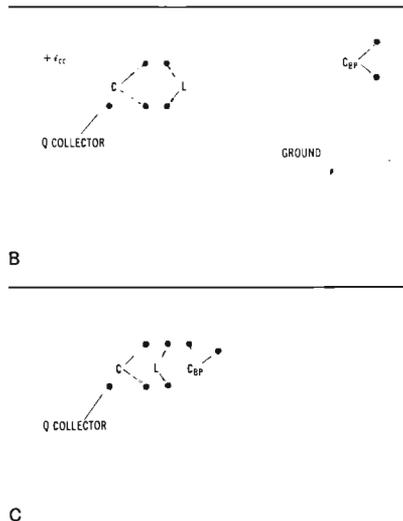

Fig. 12 - Amplificatore con risonatore LC di collettore.
In fig. 12 vedesi il condensatore di fuga a valle del risonatore LC posto in un luogo qualsiasi (B).